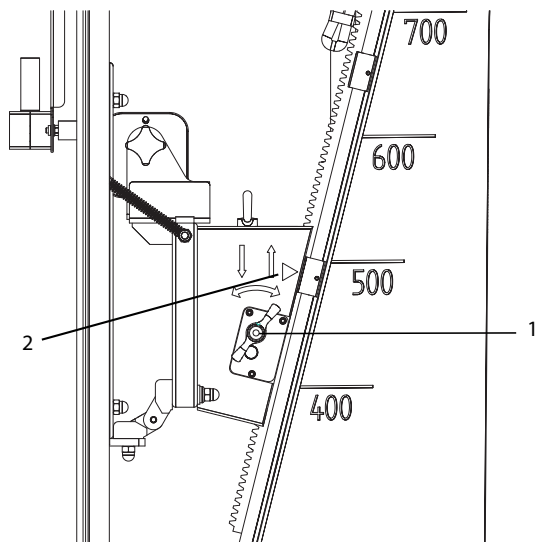

Fig. 9: Deslocar para cima
2. Colocar o desbloqueio vertical para trás (girar para a esquerda). Ver também fig. 9.